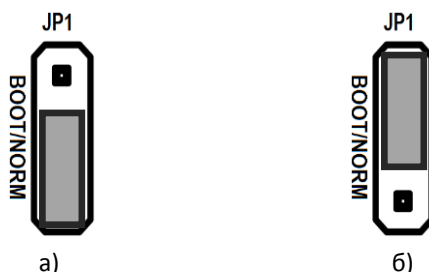

Рисунок 29. Джампер разъема **JP1**: а) джампер в положении **NORM**; б) джампер в положении **BOOT**
6. Переставить джампер разъема **JP1** в положение **BOOT** (смотрите рисунок 29).
3. Установить на плате блока управления джампер **JP1** в положение **BOOT** (смотрите рисунок 29). Изделие произведет восстановление данных FRAM в автоматическом режиме: произойдет удаление кода защиты изделия, восстановятся реквизиты изделия по умолчанию. Через 30-40 секунд прозвучит звуковой сигнал.
7. Далее следует переставить джампер **JP1** блока управления в положение **NORM** (смотрите рисунок 29).